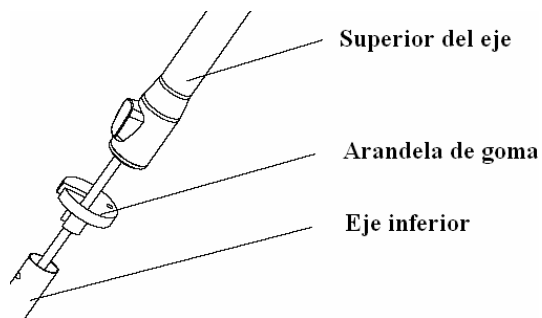

Fig. 1
1. Retire y deseche la arandela de goma (material de embalaje) antes del montaje de los ejes superior e inferior. (Fig.1)